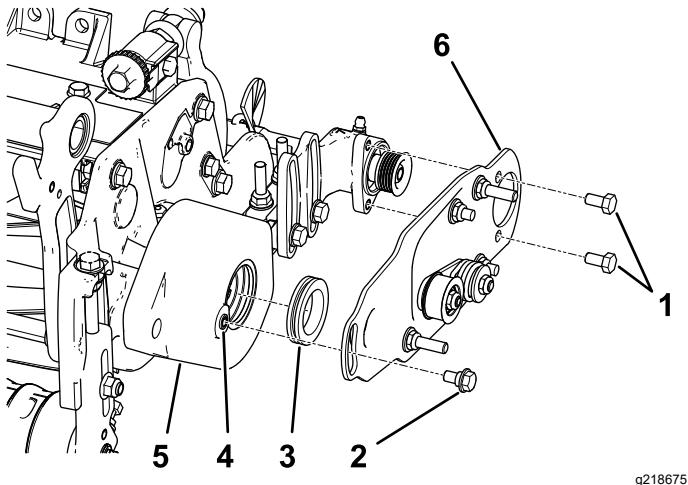

Figure 10
2. Appliquez une couche de graisse dans le diamètre intérieur de la douille du carter de la brosse de rouleau (Figure 10).
3. Posez la plaque de pivot de la brosse de rouleau gauche ou droite (Figure 10).
Remarque: Vérifiez que la poulie de tension est montée en bas, comme montré à la Figure 10.
4. Appliquez du frein-filet sur les 2 boulons (5/16" x 1/2") et fixez la plaque de brosse au logement de roulement de la brosse à l'aide de ces boulons (Figure 10).
5. Nettoyez la peinture présente sur les filets du carter de la brosse de rouleau à l'aide d'un taraud de 5/16"-18 avant de visser le boulon à épaulement en place (Figure 10).
6. Appliquez du frein-filet sur le boulon à épaulement (Figure 10).
7. Fixez la plaque de brosse au carter de brosse avec le boulon à épaulement (Figure 10).